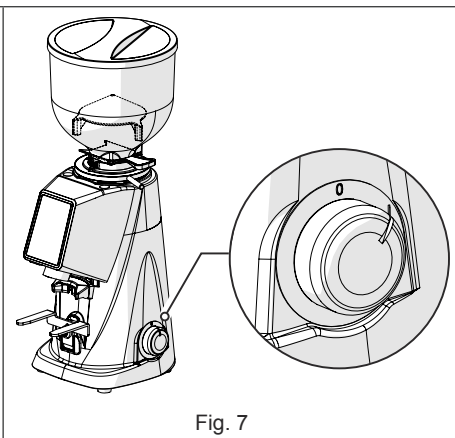

Fig. 7
- Ruotare in posizione “I” l’interruttore di accensione macchina (Fig. 7).